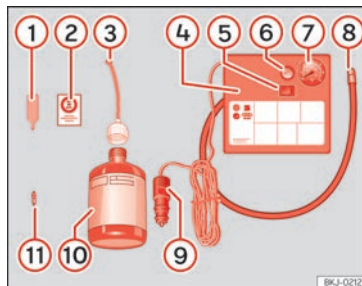

Abb. 257 Prinzipdarstellung: Bestandteile des Pannensets.
Das Pannenset befindet sich im Gepäckraum unter dem Bodenbelag. Es besteht aus folgenden Bestandteilen >>> (**Abb. 257**):
- Ventilkappe und Ventileinsatz vom Reifenventil abschrauben. Verwenden Sie den Ventileinsatzdreher >>> (**Abb. 257**) 1 zum Heraus-schrauben des Ventileinsatzes. Legen Sie den Ventileinsatz auf einem sauberen Untergrund ab.
- Reifenfüllflasche kräftig schütteln >>> (**Abb. 257**) 10.
- Einfüllschlauch >>> (**Abb. 257**) 3 auf die Reifenfüllflasche schrauben. Die Folie am Verschluss wird automatisch durchstoßen.
- Verschlussstopfen vom Einfüllschlauch >>> (**Abb. 257**) 3 entfernen und das offene Schlauchende auf das Reifenventil schrauben.
- Ventileinsatz mit dem Ventileinsatzdreher >>> **(Abb. 257)** ① wieder in das Reifenventil schrauben.
- Reifenfüllschlauch >>> **(Abb. 257)** ⑧ des Luftkompressors fest auf das Reifenventil schrauben.
- Prüfen, ob die Luftablassschraube >>> **(Abb. 257)** ⑥ zuge dreht ist.
- Kabelstecker >>> **(Abb. 257)** ⑨ in eine 12-Volt-Steckdose des Fahrzeugs stecken >>> S. 263.
- Luftkompressor mit dem EIN-/AUS-Schalter >>> **(Abb. 257)** ⑤ einschalten.
- Kleben Sie den Aufkleber >>> **(Abb. 257)** ② im Sichtfeld des Fahrers auf das Kombi-Instrument.
Schließen Sie den Reifenfüllschlauch >>> **(Abb. 257)** ⑧ wieder an und lesen Sie den Reifenfülldruck an der Reifenfülldruckanzeige ⑦ ab.